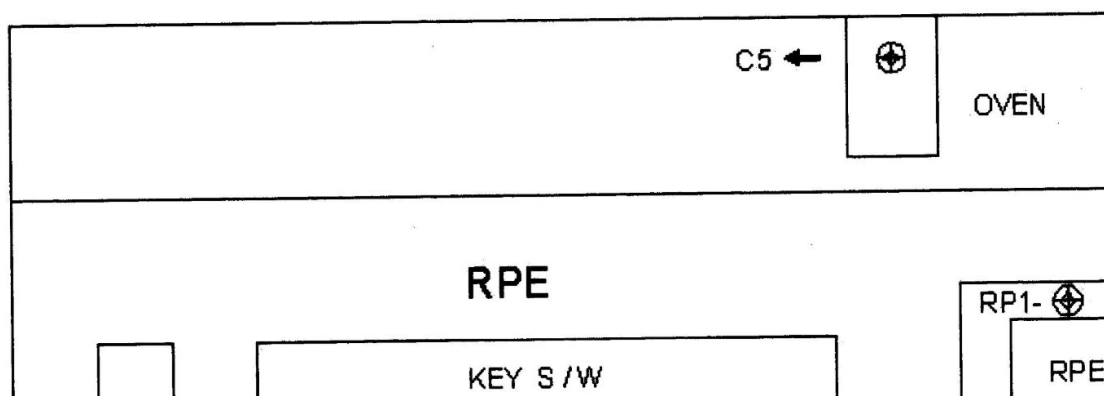

Рисунок 4-1. Расположение элементов регулировки на плате
- Показание индикатора должно составлять 10000,000... ± 1 разряд. При наличии отклонения отрегулируйте подстроечный конденсатор C5 опорного генератора (см. рисунок 4-1).
- Показание индикатора должно составлять 1000,00 ± 1 (TFC-1000L) / 2700,000 ± 1 (TFC-2700L). При наличии отклонения отрегулируйте подстроечный конденсатор C5 опорного генератора (см. рисунок 4-1).